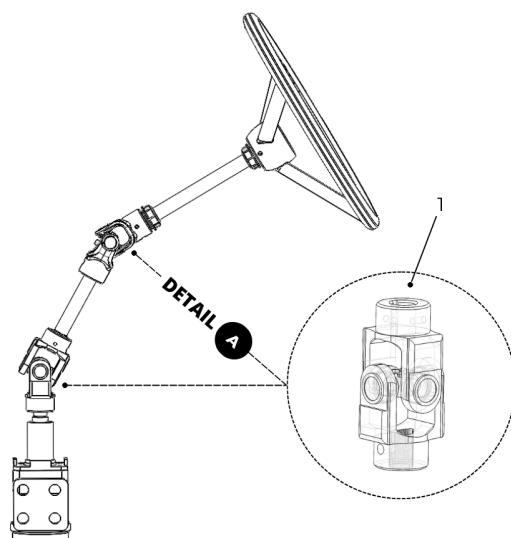

Figure 31. Inspection des joints universels.
- Inspecter les joints universels (1) et les quatre extrémités des joints à rotule (2) (voir figures 31 et 32) :
Lubrifier les points de graissage des composants suivants (voir Figures 31 et 32 aux pages 33 et 34) en utilisant de la graisse multi-usages :